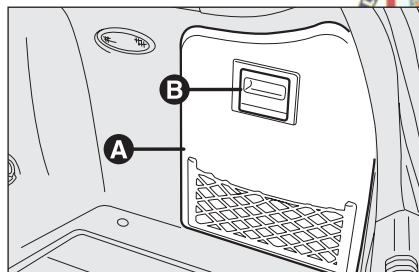

fig. 46
- ☐ aprire lo sportello laterale destro (ove previsto) **A-fig. 46** agendo sulla maniglia **B**;